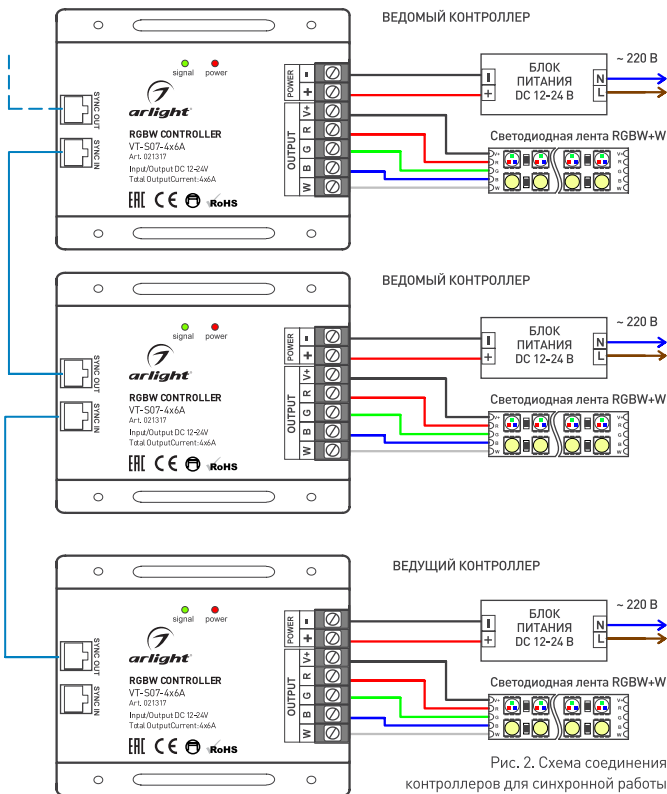

Рис. 2. Схема соединения контроллеров для синхронной работы
3.9. Если необходимо синхронно управлять несколькими подобными контроллерами, можно объединить их по шине с помощью стандартного патч-корда и специально предусмотренных в устройстве разъемов RJ45. При этом следует соблюдать направление передачи сигнала: SYNC OUT – Выход, SYNC IN – Вход (Рис. 2).